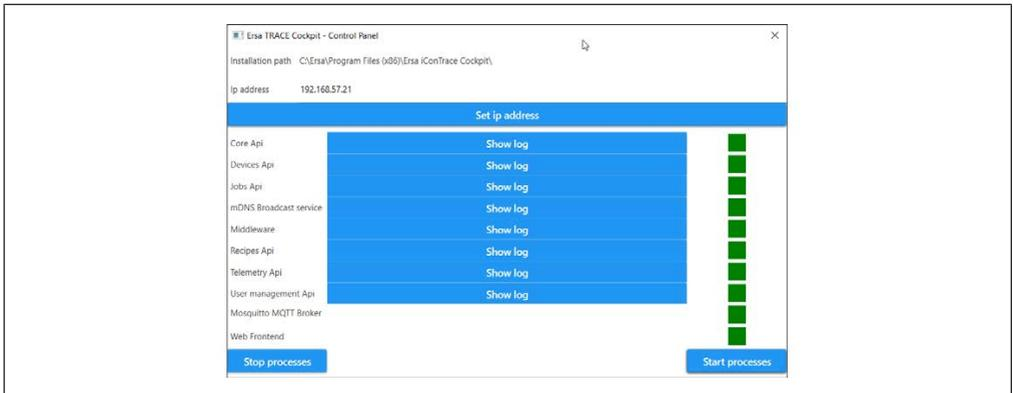

Abb. 14: Control Panel der Web-App "Ersa TRACE Cockpit"
- a) Den LötKolben zweimal antippen, um den Heizkörper abzuschalten. Während des Antippens den LötKolben leicht nach oben neigen (siehe Abb. 14).